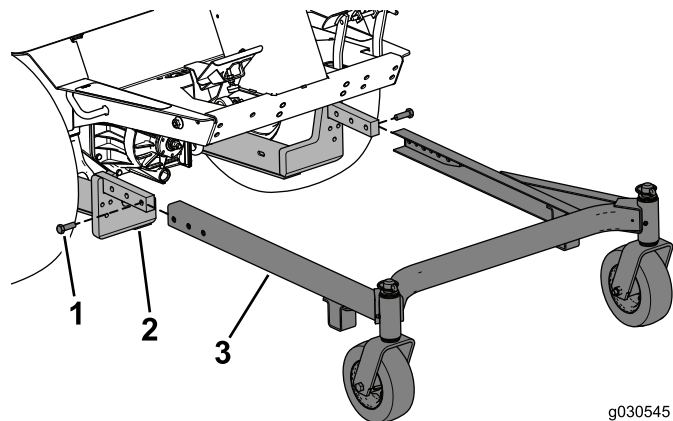

図 12
3. キャリアフレームを昇降アームに固定するボルト 1/2 x 1-1/2 インチ 2本を使用する 図 12。